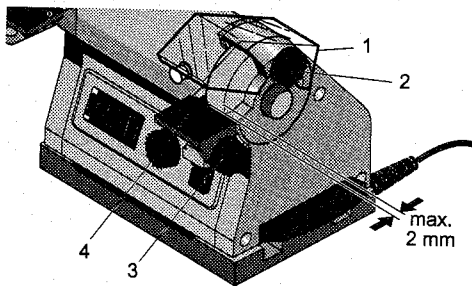

Fig. 3
1. Knebelschraube 3 (Fig. 3) der Werkzeugauflege (4) lösen und Schleifwinkel wie gewünscht einstellen.
3. Knebelschraube 1 (Fig. 3) der Schutzhaube (2) lösen und so einstellen, daß ein größtmöglicher Schutz besteht.